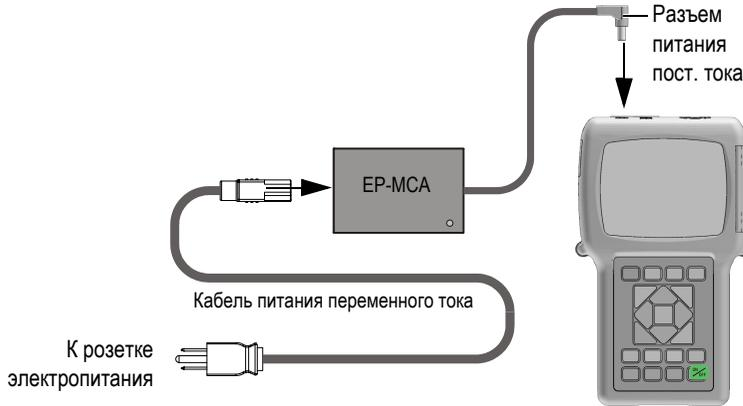

Рис. 2-2 Подключение зарядного устройства/адаптера
1. Подключите кабель переменного тока к зарядному устройству/адаптеру (Арт.: EP-MCA [U8767042]) и к соответствующей розетке питания (см. Рис. 2-2 на стр. 44).